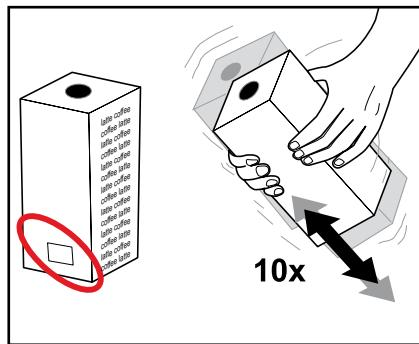

Рис. 18
Читать указания, нанесенные на упаковку. Не использовать поврежденные упаковки с концентратами. Не использовать упаковки с концентратами истекшим сроком годности. (Рис. 18)
3. Встряхнуть упаковку не менее 10 раз. (Рис. 18)